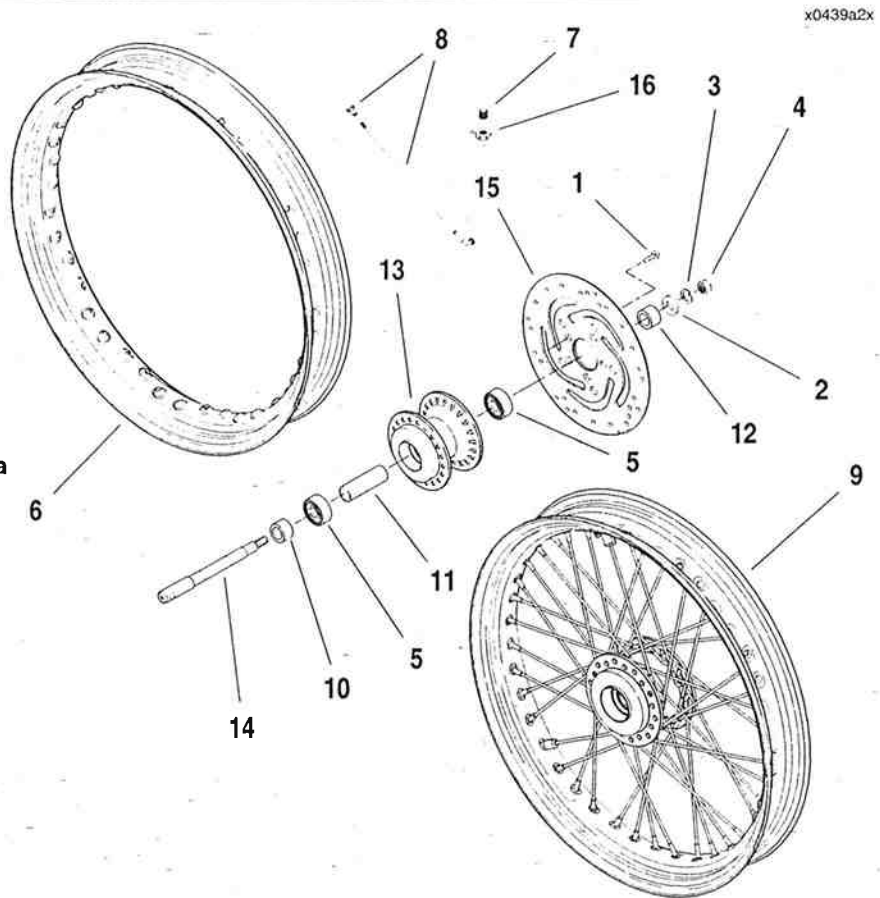

Figura 2-6. Rueda delantera con rayos
1. Vea la Figura 2-6. Extraiga los espaciadores (10, 12) del lado izquierdo y derecho de la rueda.
2. Si es necesario, extraiga los cinco tornillos (1) y disco de freno (15).
3. Si es necesario, desmonte los cojinetes de la rueda (5) y espaciador de la maza (11). Consulte COJINETES SELLADOS DE LA RUEDA más adelante en esta sección.
1. Vea la Figura 2-6. Instale los cojinetes de la rueda (5) y espaciador de la maza (11), si fueron desmontados. Consulte COJINETES SELLADOS DE LA RUEDA más adelante en esta sección.
2. Si la maza (13) y el aro (6) fueron desarmados, arme y rectifique la rueda. Consulte 2.6 INSTALACIÓN DE RAYOS DE RUEDA: ARO DE 19 PULG. o 2.7 INSTALACIÓN DE RAYOS DE RUEDA: ARO DE 21 PULG. Después consulte 2.8 RECTIFICACIÓN DE RUEDAS CON RAYOS.